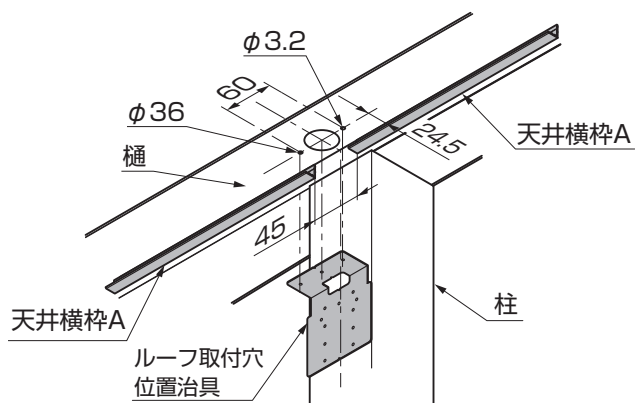

図11-7 A部詳細図
- ①ルーフ取付穴位置治具を樋にあて、ケガキ、ドリルで水抜き穴φ36と雨樋アタッチメント取付穴φ3.2をあけてください。(図11-6、図11-7参照)
- 天井横枠Aは堅樋がつく位置で約45mmあけて取付けてください。(図11-7参照)
- ⑤ 雨樋ジョイナーを雨樋アタッチメントに取付けてください。